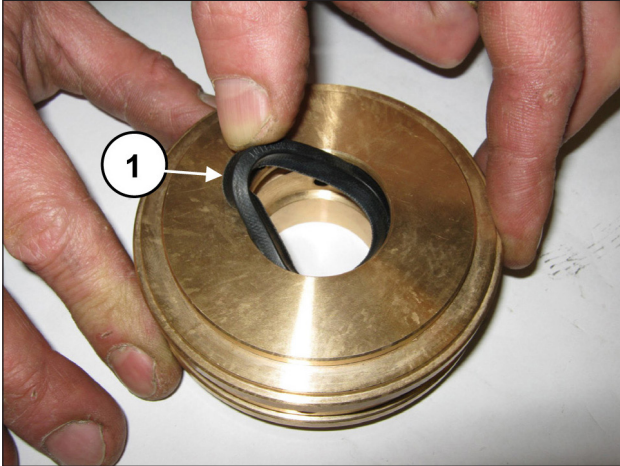

Abb. 175
Setzen Sie die ND-Dichtung in den Dichtungshalter ein (Pos. ①, Abb. 175) und achten Sie hierbei auf die Einbaurichtung mit nach vorn gerichteter Dichtlippe (zum Kopf hin).